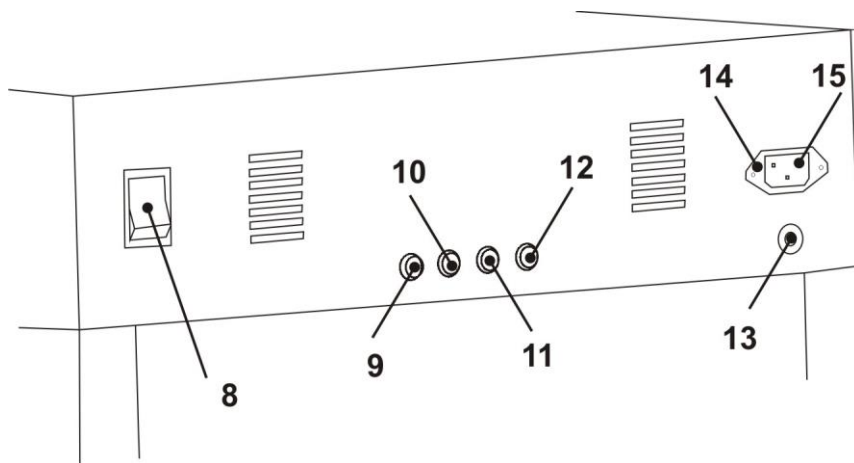

Рис. 2
**ПОМНИТЕ!** Надставки устанавливаются на лотки только на период вывода птицы, при этом поворотная система выставляется в горизонтальное положение и клавиша ВКЛ/ВЫКЛ поворота должна находиться в положении ВЫКЛ. (Рис.2 поз.8)
- клавиша «ПОВОРОТ» (вкл/выкл); (Рис.2 поз.8)
- 6.6. Подключение к инкубатору аккумулятора производить с помощью разъема с зажимами под клеммы (Рис.2 поз.14,15). Комплект проводов идет в комплекте.